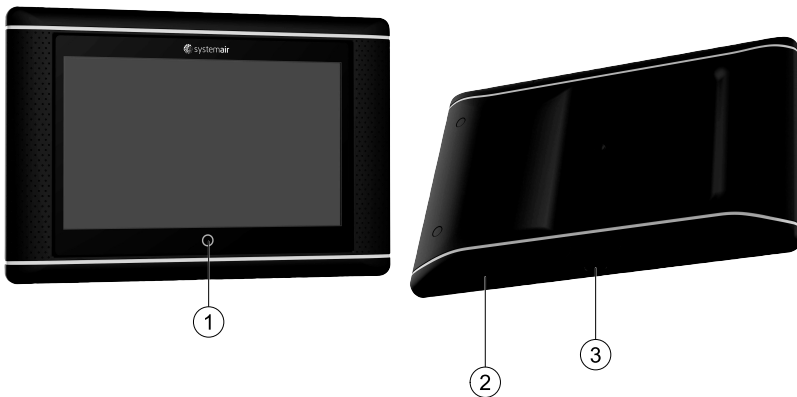

Fig. 1 (1) Bouton NaviPad, (2) connexion USB, bouton de redémarrage, (3) alimentation électrique et communication
Vous pouvez toujours revenir au tableau de bord d'aperçu du système en appuyant sur le bouton NaviPad, figure 1, (1).